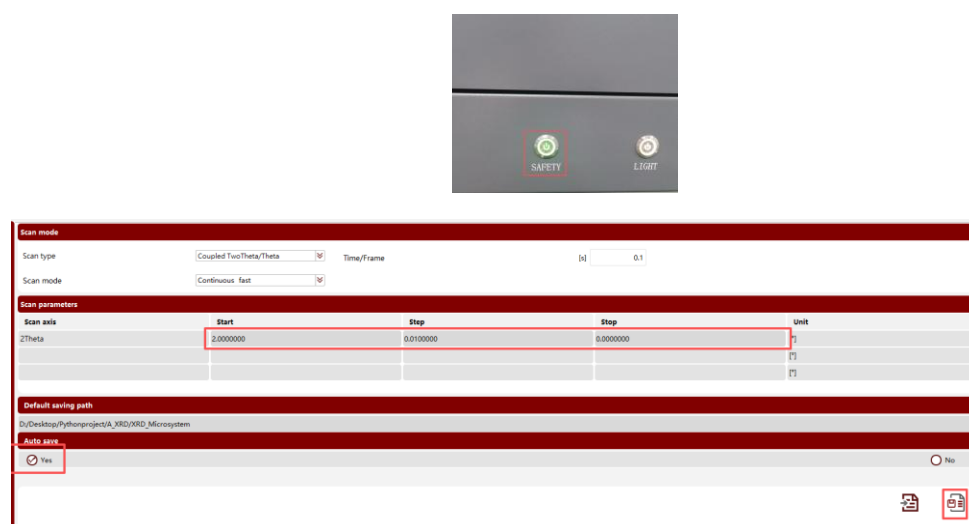

图 15. 上图：门锁开启，呈绿色；下图：FORMULA 面板以及必要的参数设置 (红框)
**1.3.1 放样：**点击设备门下方的门锁（绿灯亮），见图 15 上图，打开铅门，将准备好的样品依次放在设备内的 A、B、C 三个样品塔上，自己记录每个样品对应的位置，如：样品“C001-ZT5-1”，对应位置：“A1”。